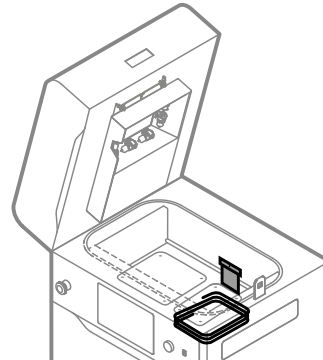

Abb. 12.27 Drücke die Dichtung mit einem Kunststoffspatel an.
21. Benutze einen sauberen Kunststoffspachtel, während Du das Glasfaserseil nach unten drückst (Abb. 12.27).